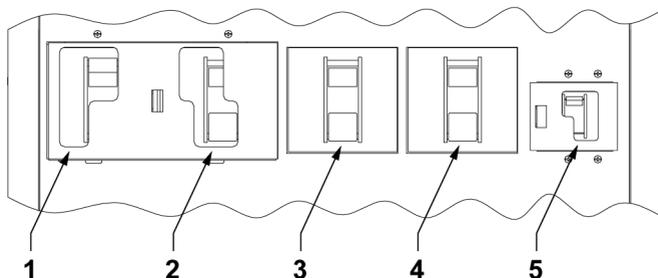

Рисунок 38. Устройство опционального внутреннего переключателя на сервисный байпас на 100–120 кВА
1. Ослабьте винты крепления крышки переключателя на байпас для ТО. Сдвинуть крышку вправо. Это действие сигнализирует ИБП о переходе в режим байпаса. См. рис. 38 для расположение переключателя.